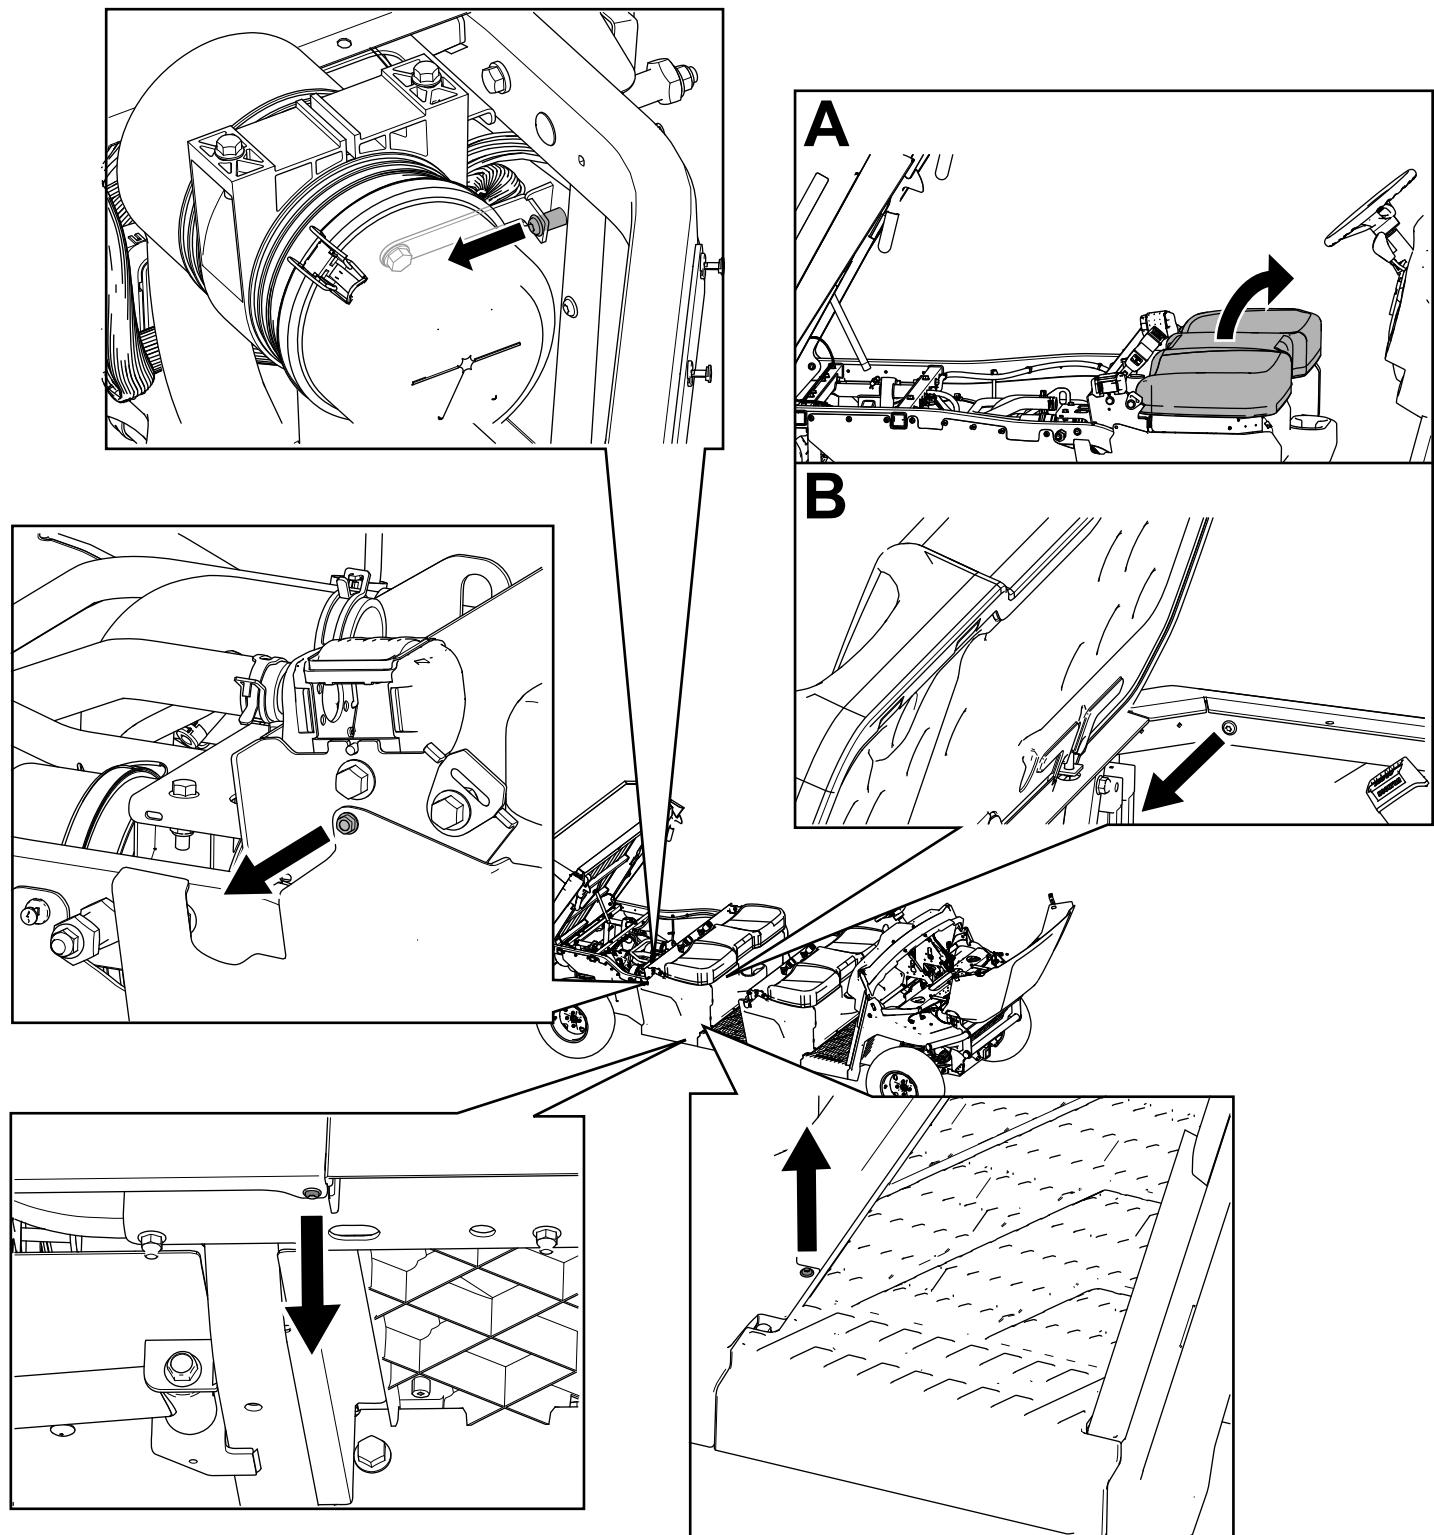

図 32
3. 左側 2 枚、右側 2 枚のシートベースパネルから、六角ワッシャヘッドボルト $1/4 \times 3/4"$ と T30 torx ヘッドファスナを取り外す図 32。